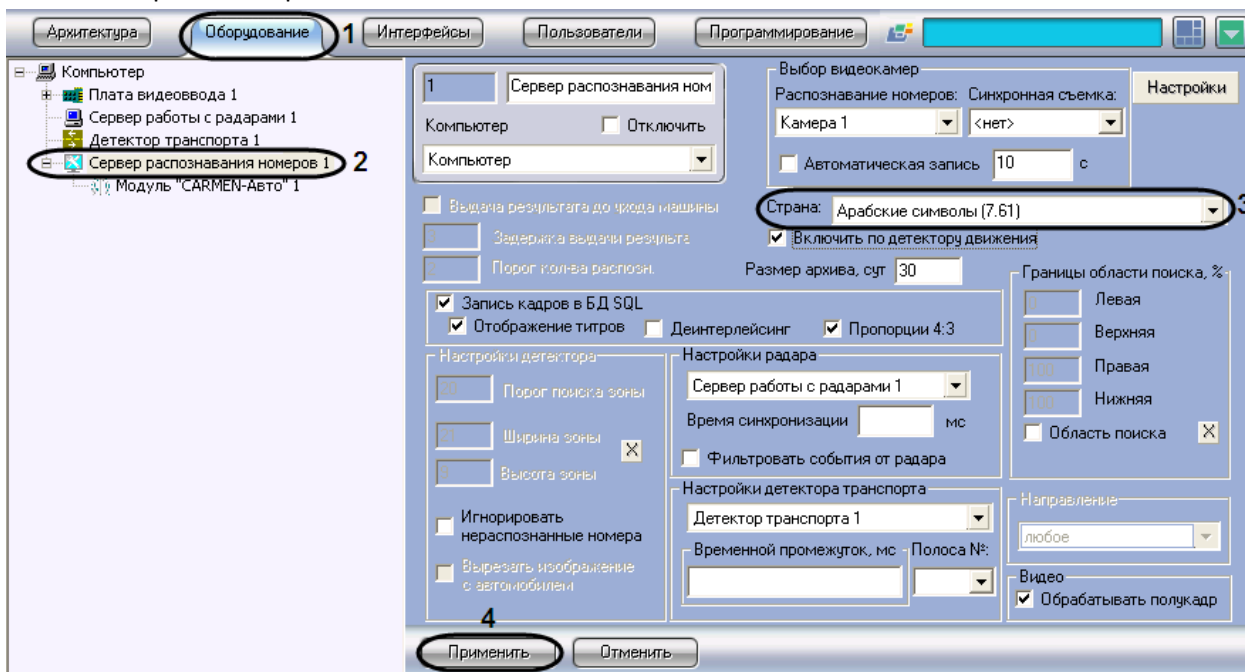

Рис. 7.2-15. Выбор режима распознавания номеров модулем «CARMEN -Авто»
1. В диалоговом окне «Настройка системы» перейти на вкладку «Оборудование» (Рис. 7.2-15, 1).
2. В дереве объектов на вкладке «Оборудование» выбрать объект «Сервер распознавания номеров», соответствующий активированному программному модулю «CARMEN-Авто» (см. раздел «Активация программного модуля, используемого для распознавания номеров», Рис. 7.2-15, 2). В правой части вкладки «Оборудование» отобразится панель настройки выбранного объекта.
3. Из списка «Страна» (см. Рис. 7.2-15, 3) выбрать одно из следующих значений:
4. Нажать кнопку «Применить» (см. Рис. 7.2-15, 4).